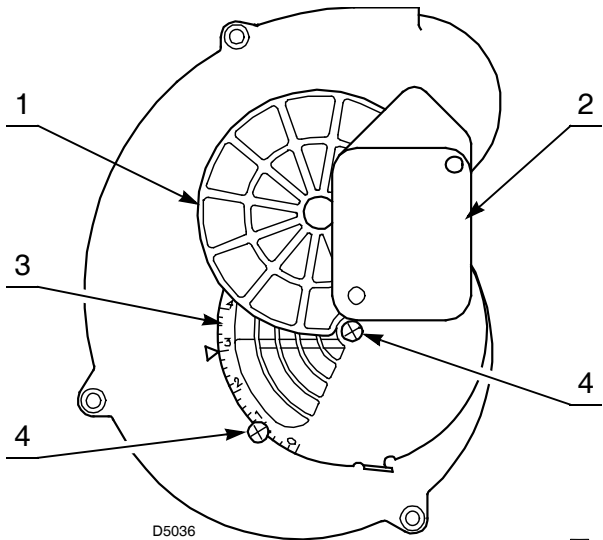

图 14
风门挡板 1) (图 14) 有风门挡板伺服马达 2) 驱动，可保证燃烧器启动前风门挡板全开。
- 调节固定风门挡板 3) (图 14) 需要：